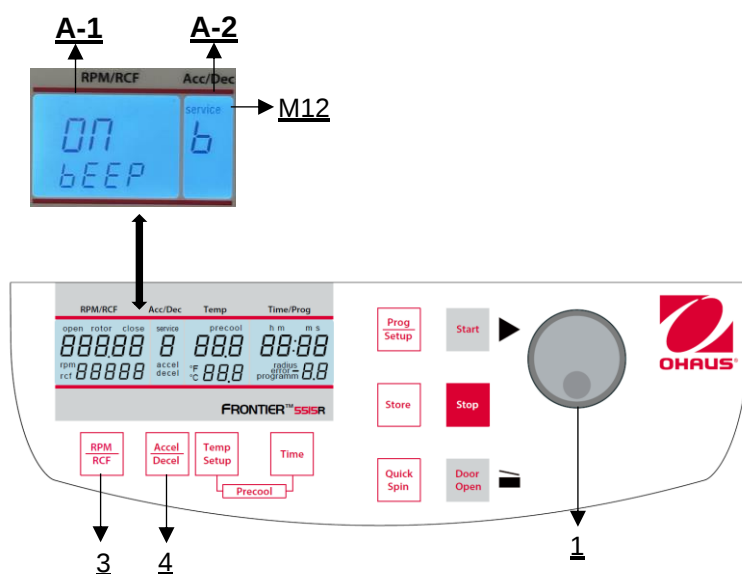

Abbildung 34
Gehen Sie wie unter Punkt 4.1.1 beschrieben vor, um in diesen Programmmodus zu gelangen und drücken Sie dann die Taste **"Accel/Decel"** (4). In der Anzeige **"Acc/Dec"** (A-2) blinkt das Wort **"Service"** (M12). Wählen Sie nun mit dem Einstellknopf (1) den Buchstaben **"b"** aus. Daraufhin erscheint in der Anzeige **"RPM | RCF"** (A-1) das Wort **"ON/BEEP"**. Nach Drücken der Taste **"RPM | RCF"** (3) können Sie mit dem Einstellknopf (1) den Tastenton (On) oder (Off) ein- bzw. ausschalten (siehe Abbildung 34).